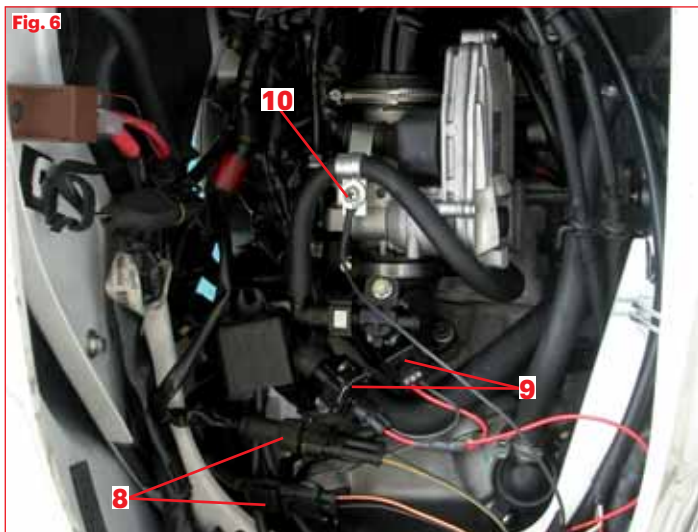

**Fig. 5**
## Art. 5515735 (Fig. 5)
- Die beiden Konnektoren (6) trennen und den O2-Regler zwischenschalten (Fig. 5).
**Achtung:** den Ösenanschluss mit dem Drosselklappengehäuse (7) verbinden, um Fehlfunktionen des Systems vorzubeugen (Fig. 5).
- Desconecte los dos conectores (6) e introduzca el O2 controller (Fig. 5).
**Atención:** conecte la anilla de masa encima del elemento de mariposa (7), para evitar el funcionamiento incorrecto del sistema (Fig. 5).